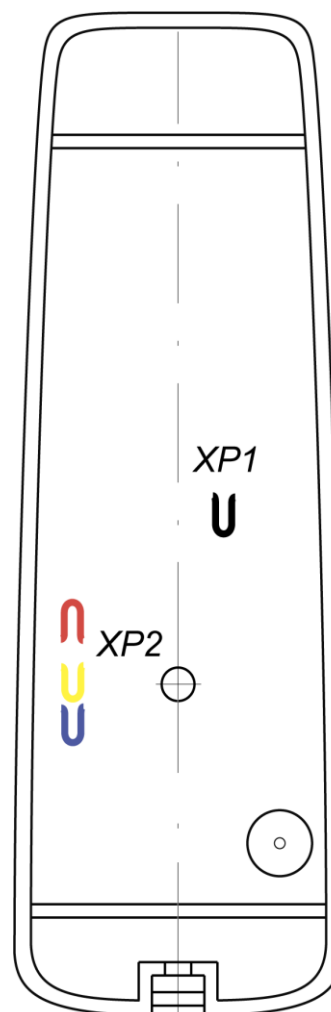

Рисунок 4. Расположение перемычек на тыльной стороне контроллера
5. Если данный контроллер не является конечным устройством на линии связи интерфейса RS-485 подключения периферии, то необходимо отключить на нем концевой резистор, для чего перекусите кусачками перемычку «отключение концевых резистора» (перемычка *XP1*, см. рис. 4). Учтите, что в этом случае необходимо будет установить концевые резисторы по реальным концам линии связи интерфейса RS-485.